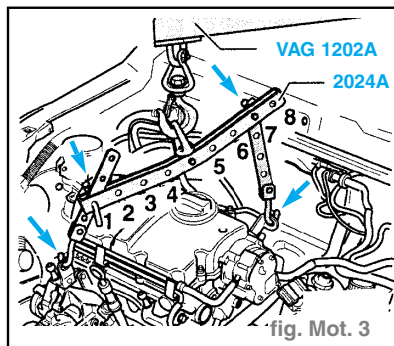

fig. Mot. 3
- Accrocher comme suit le dispositif de suspension **2024A** et le soulever légèrement avec la grue d'atelier **VAG 1202A**. (fig. Mot. 3)